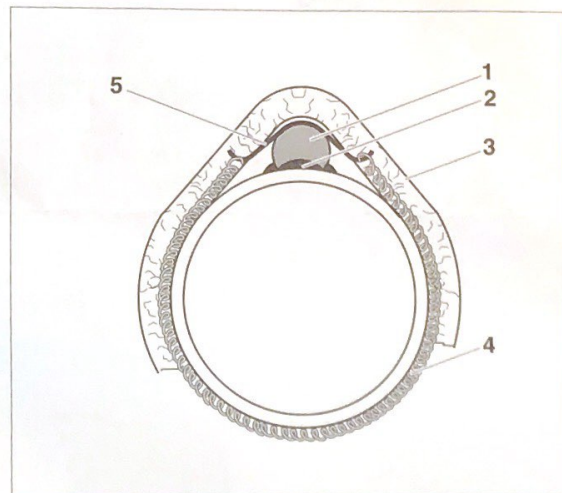

Fig. 2
- Anlege-Temperaturfühler (Fig. 2, **Pos. 1**) dünn mit Wärmeleitpaste (Fig. 2, **Pos. 2**) einstreichen.
- Anlege-Temperaturfühler mittels Halblech (Fig. 2, **Pos. 5**) und Spannfeder (Fig. 2, **Pos. 4**) am Heizungsvorlaufrohr montieren.
- Anlege-Temperaturfühler mit mindestens 20 cm langem Isoliermaterial (Fig. 2, **Pos. 3**) isolieren.
- Spread thermal conductivity grease (Fig. 2, **Pos. 2**) on the contact temperature sensor (Fig. 2, **Pos. 1**).
- Fix the Temperature Sensor with the mounting bracket (Fig. 2, **Pos. 5**) and the spring (Fig. 2, **Pos. 4**) at the flow pipe.
- Insulate the Temperature sensor (Fig. 2, **Pos. 3**) at least 20 cm (8 in).
- Appliquer une fine couche de pâte de contact (Fig. 2, **Pos. 2**) sur la sonde de température (Fig. 2, **Pos. 1**).
- Fixer la sonde de température de contact à l'aide de la plaque de fixation (Fig. 2, **Pos. 5**) et du ressort (Fig. 2, **Pos. 4**) sur la tuyauterie de départ.
- Isoler la sonde de température de contact avec un morceau d'isolation sur une longueur d'au moins 20 cm (Fig. 2, **Pos. 3**).
- Strijk de aanlegtemperatuurvoeler (Fig. 2, **Pos. 1**) in met een dunne laag warmtegeleidende pasta (Fig. 2, **Pos. 2**).
- Monteer de aanlegtemperatuurvoeler met behulp van een bevestigingsplaatje (Fig. 2, **Pos. 5**) en een spanveer (Fig. 2, **Pos. 4**) op de aanvoerleiding van de verwarming.
- Isoleer de aanlegtemperatuurvoeler met een stuk isolatiemateriaal van ten minste 20 cm (Fig. 2, **Pos. 3**).
- Stendere una velo di pasta conduttiva (Fig. 2, **Pos. 2**) sulla sonda di temperatura a contatto (Fig. 2, **Pos. 1**).
- Montare la sonda di temperatura a contatto al tubo di mandata della caldaia tramite la lamiera di sostegno (Fig. 2, **Pos. 5**) e la molla di tensione (Fig. 2, **Pos. 4**).
- Isolare la sonda di temperatura a contatto con materiale isolante lungo almeno 20 cm (Fig. 2, **Pos. 3**).